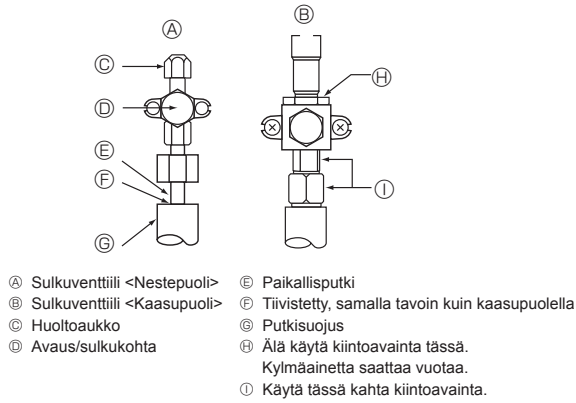

Fig. 4-5
4.4. Kylmäaineputken ilmatiiviyden testausmenetelmä (Fig. 4-5)
- Jos paine laskee vaiheissa (2) tai (3), putkissa on kaasuvuoto. Selvitä kaasuvuodon syy.